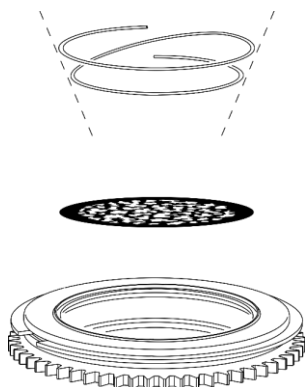

Fig. 15
- 11) Inserire con attenzione la molla di ritegno con l'estremità stretta contro al gobo (cfr. Fig. 15). Per identificare l'estremità stretta, premere la molla fino ad appiattirla: l'estremità stretta si trova all'interno.